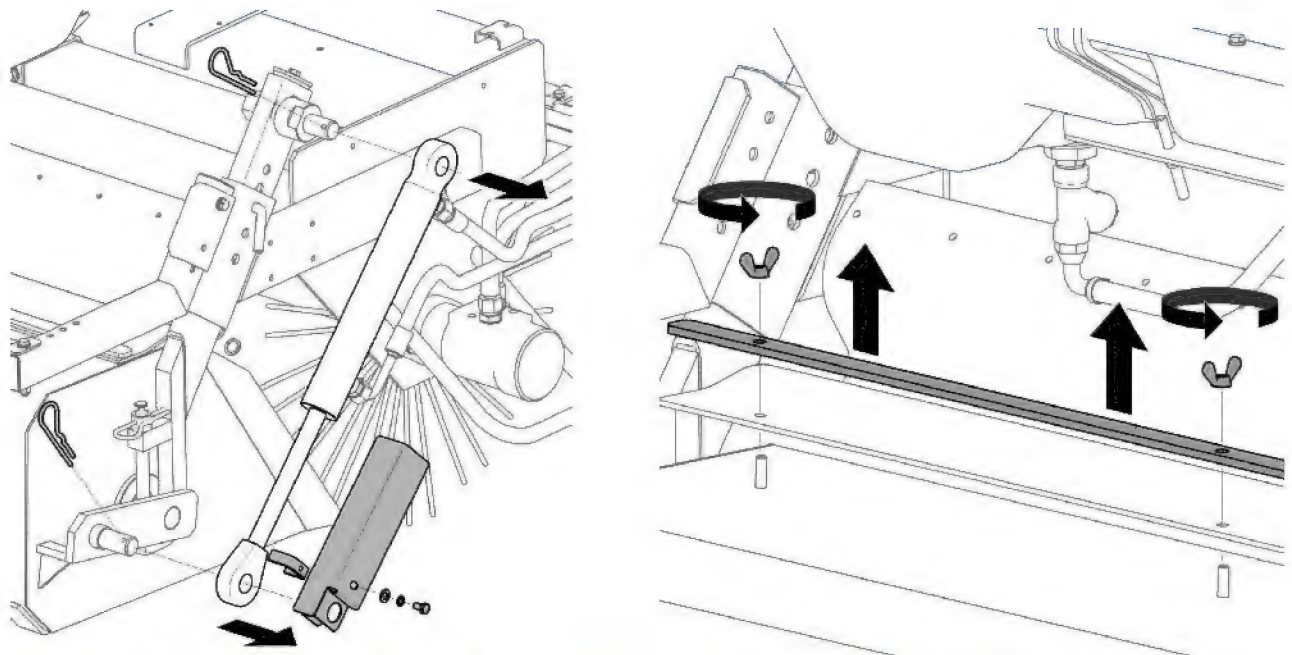

FIGURE 4.6A DEMONTAGE DU CYLINDRE HYDRAULIQUE DE LA BANDE ET DE LA BAVETTE EN CYLINDRE CAOUTCHOUC
- Enlever les goupilles fendues aux points de fixation du cylindre hydraulique pour le démonter (FIGURE 4.6A)
- Dévisser ensuite les écrous (FIGURE 4.6A) de la bavette en caoutchouc et enlever la plaque à bornes. La bavette, dans la variante sans bac, sert de protection contre la projection des particules et retombe librement vers le bas.